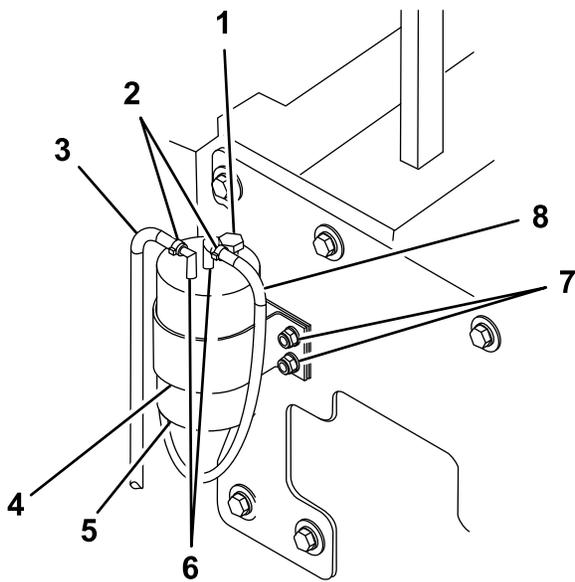

Figura 64
4. Localice el cartucho del filtro de combustible/separador de agua en la parte derecha delantera del protector térmico del depósito de combustible (Figura 64).